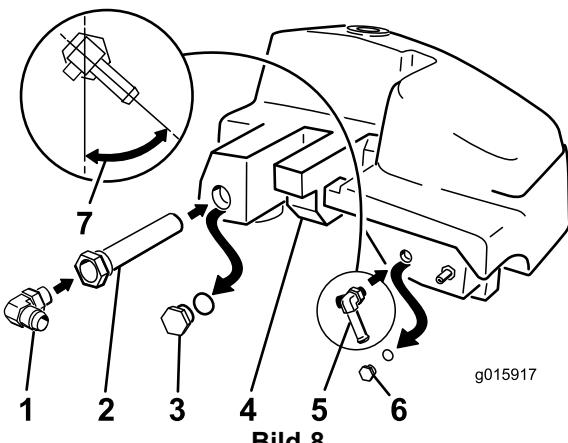

Bild 8
4. Setzen Sie das kleine 90-Grad-T-Anschlussstück mit Zahnung an der Stelle ein, an der Sie den kleinen Stopfen entfernt haben (Bild 8).